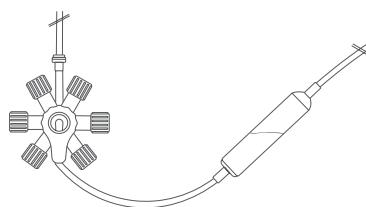

Fig. 1. Priming av dryppkammeret
8. Hold dryppkammeret (8) vippet opp-ned og posisjoner det på samme nivå som RondelO, åpne rulleklemmen (9) på IV-settet og fyll dryppkammeret som i (fig. 1)